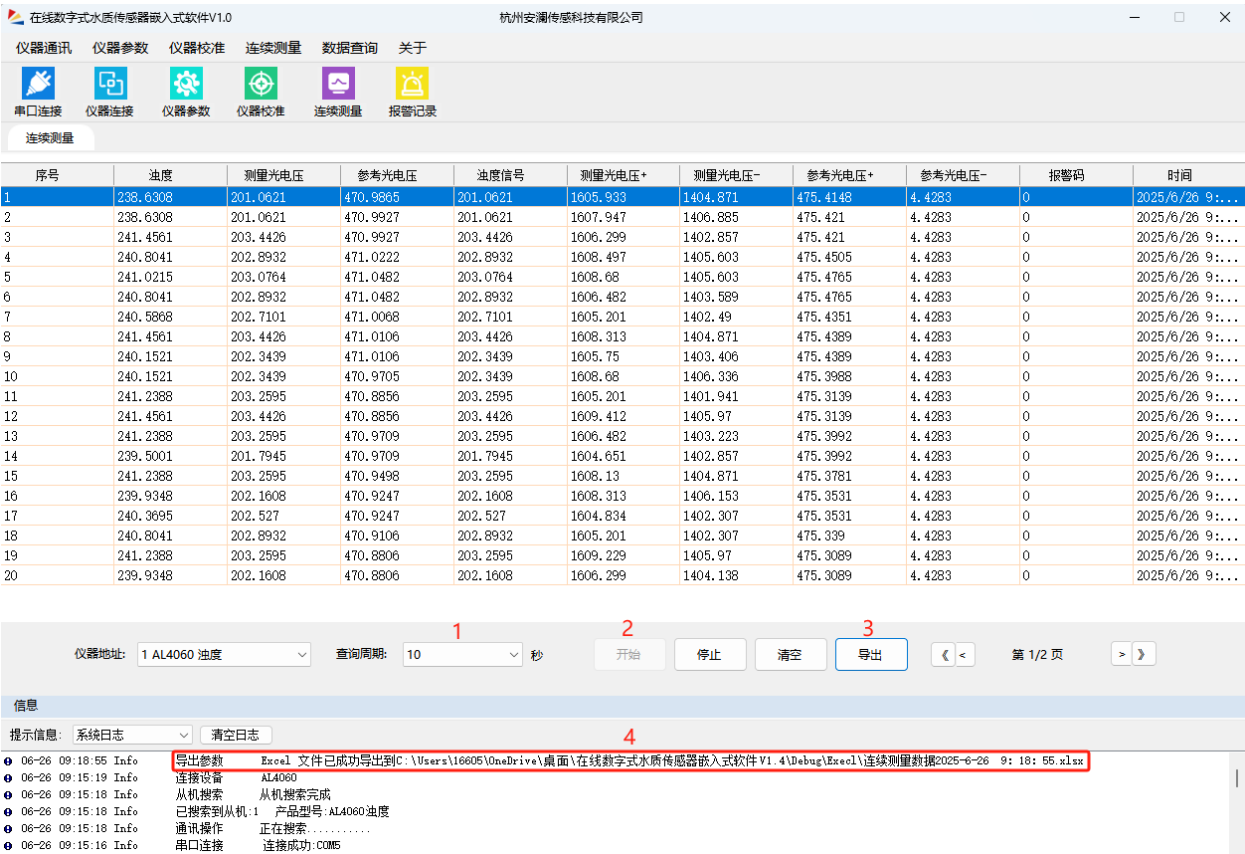

图 3-5 连续测量界面
1) 查看实时测量值：在“连续测量”界面下，下拉选择查询周期（1/5/10/30/60S）可选，点击“开始”，软件开始采集实时测量数据并逐行显示，如图 3-5 所示。